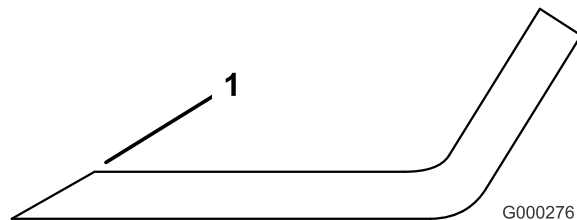

Figura 81
1. Utilice una lima para afilar el filo de corte en ambos extremos de la cuchilla (Figura 81). Mantenga el